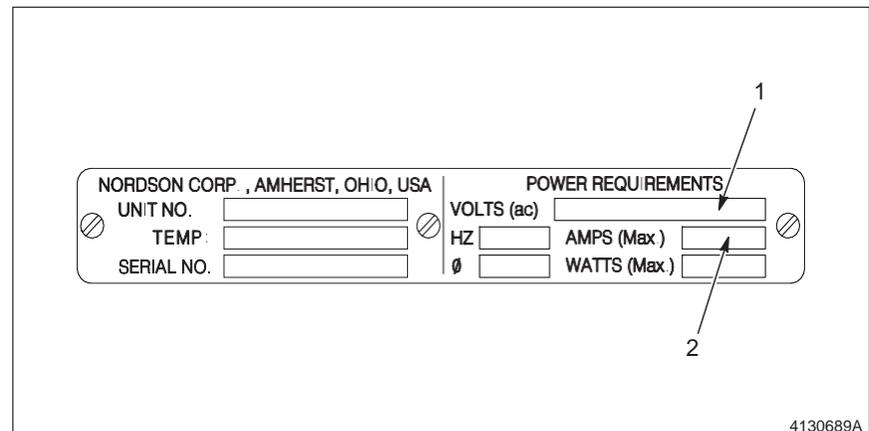

Fig. A 3-5 Placa de Identificação do Processador
- b. Ver a Figura A 3-5. Determinar a especificação de tensão do processador, olhando na porção (1) VOLTS (ac) da placa de identificação.
- 2. Ver a Figura A 3-5.